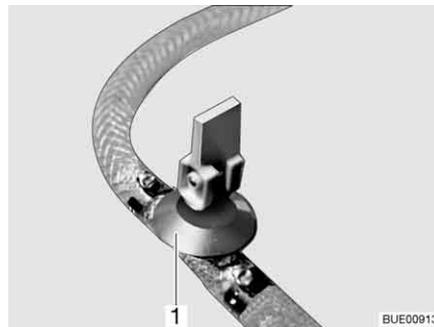

Fig. 188 Rubinetto di scarico (con leva a bilanciere)
- Chiudere tutti i rubinetti di scarico. A tale scopo, posizionare la leva a bilanciere del rubinetto di scarico (Fig. 188,1) in orizzontale.